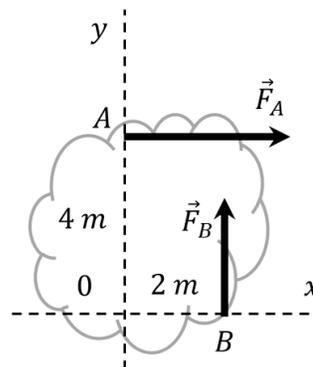

Fig. 3.5.
3.5.- Se aplican dos fuerzas \vec{F}_A y \vec{F}_B de módulo 40 (N) y 30 (N) a una estructura tal como muestra la Fig. 3.5 en los puntos A y B de ella. Determinar un sistema equivalente respecto del origen 0 y respecto del punto B de la estructura.